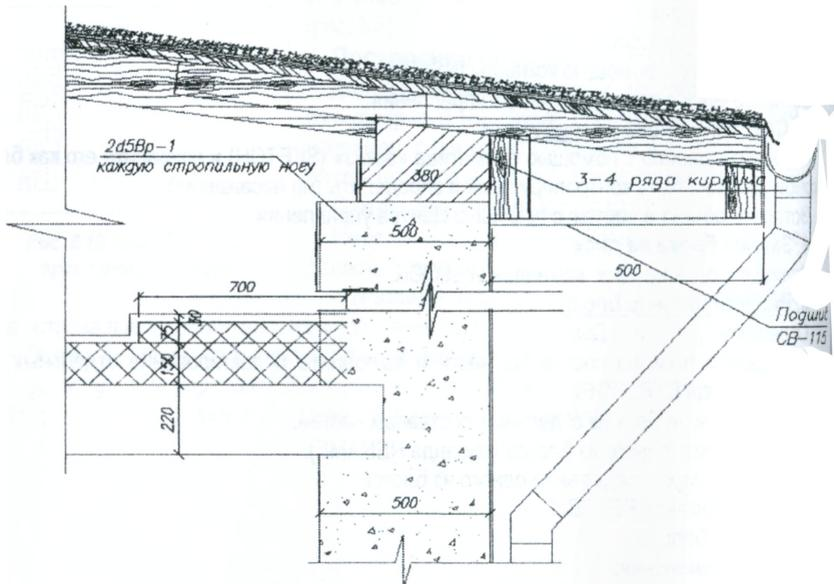

Рис. 6.13. Фрагмент проектирования крыши
5. Подберите образцы штриховок, представленные на рис. 6.13 и закрасьте ими произвольные прямоугольные объекты.